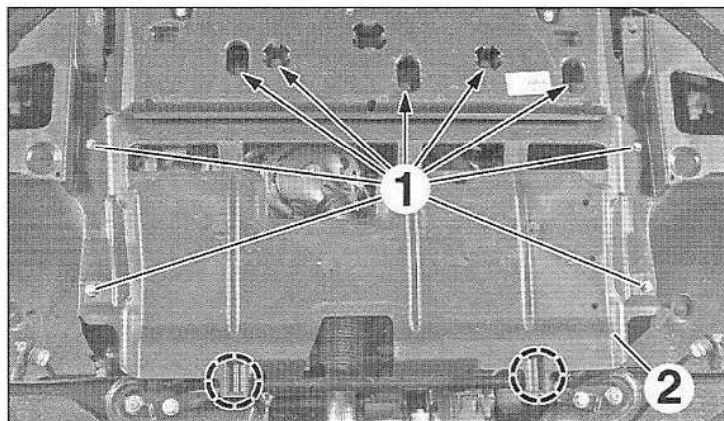

FIG.126
- Selon équipement, déposer les vis (1) (Fig.126).
- Dégrafer et déposer la protection sous moteur (2).